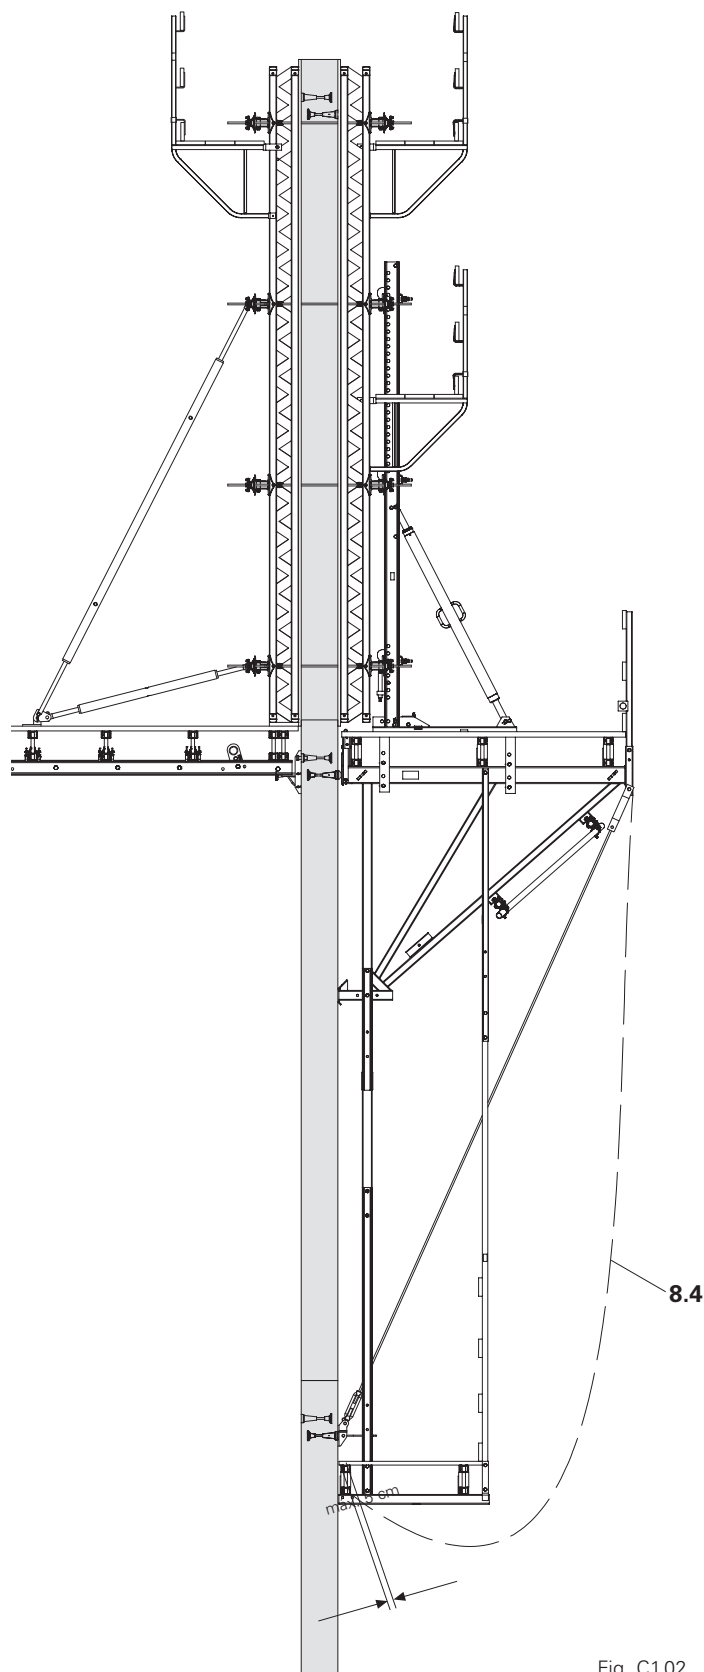

Fig. C1.02
- Condições de trabalho seguras para instalação das amarrações da cofragem devem ser providenciadas com plataformas intermédias. (Fig. C1.02)